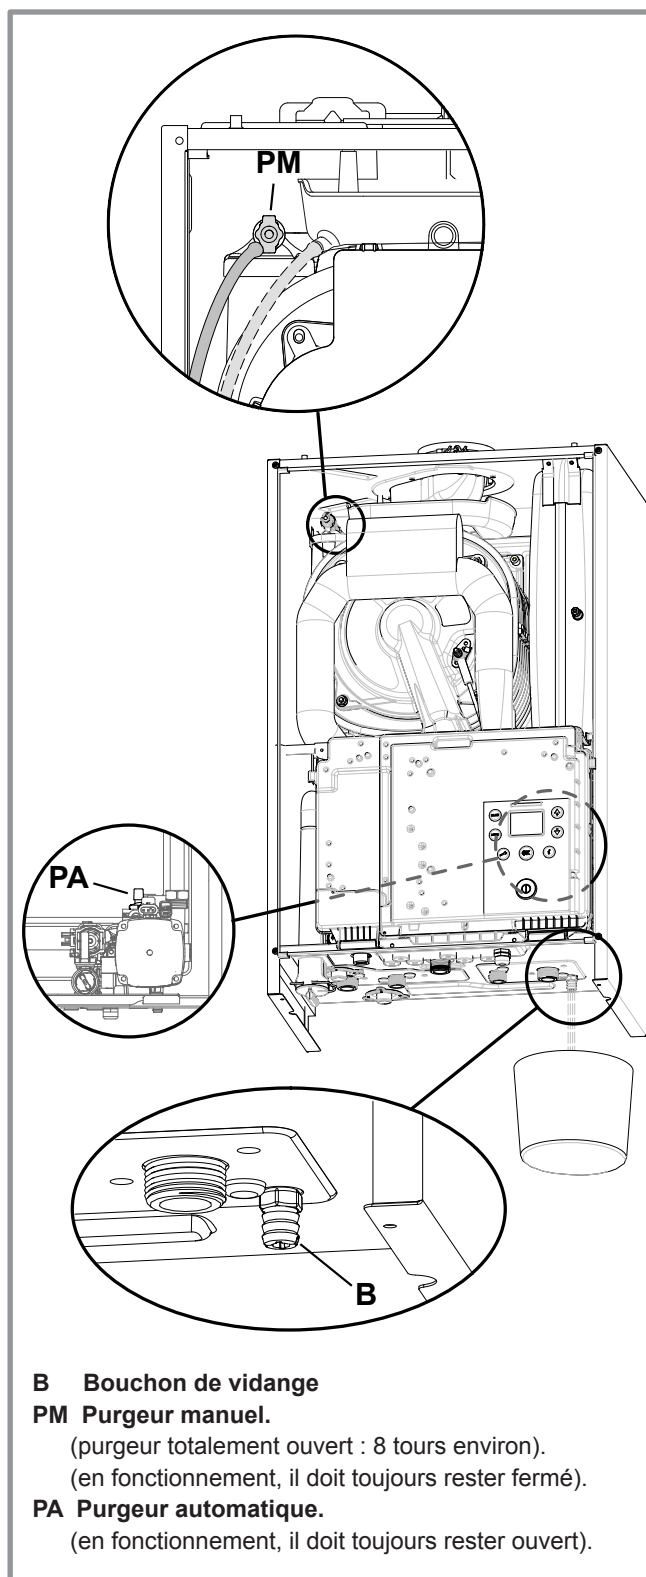

figure 33 - Purge et vidange de la chaudière
- Ouvrir le purgeur manuel (figure 33).